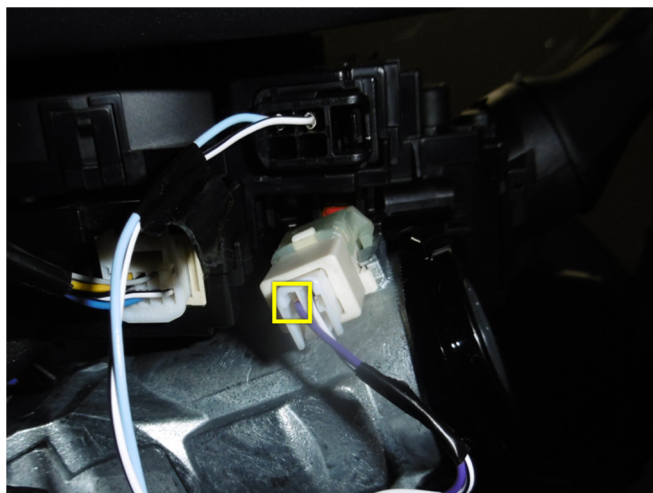

Рис.7 Ключ в замке
3. Подключите модуль автозапуска ESM-250 – выводы модуля, которые требуется подключить выделены на рис. 3. Подключение производится непосредственно у замка зажигания (см. рис. 5, 6). Так же требуется подключение к проводу а/м, на котором присутствует статус «ключ в замке» (см. рис. 7).